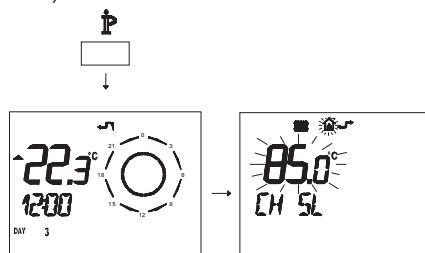

Рисунок 5.93
- Нажмите и удерживайте 3 секунды кнопку **P**, чтобы войти в режим **INFO** (Рисунок 5.93).